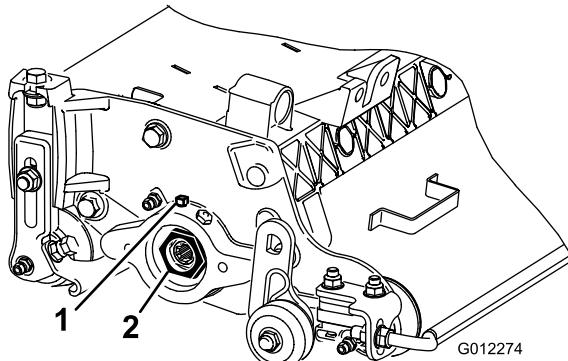

Bild 10
- A. Lösen Sie die externen Stellschrauben, mit denen die Einstellmutter des Lagers am Lagergehäuse links an der Schneideeinheit befestigt ist (Bild 10).